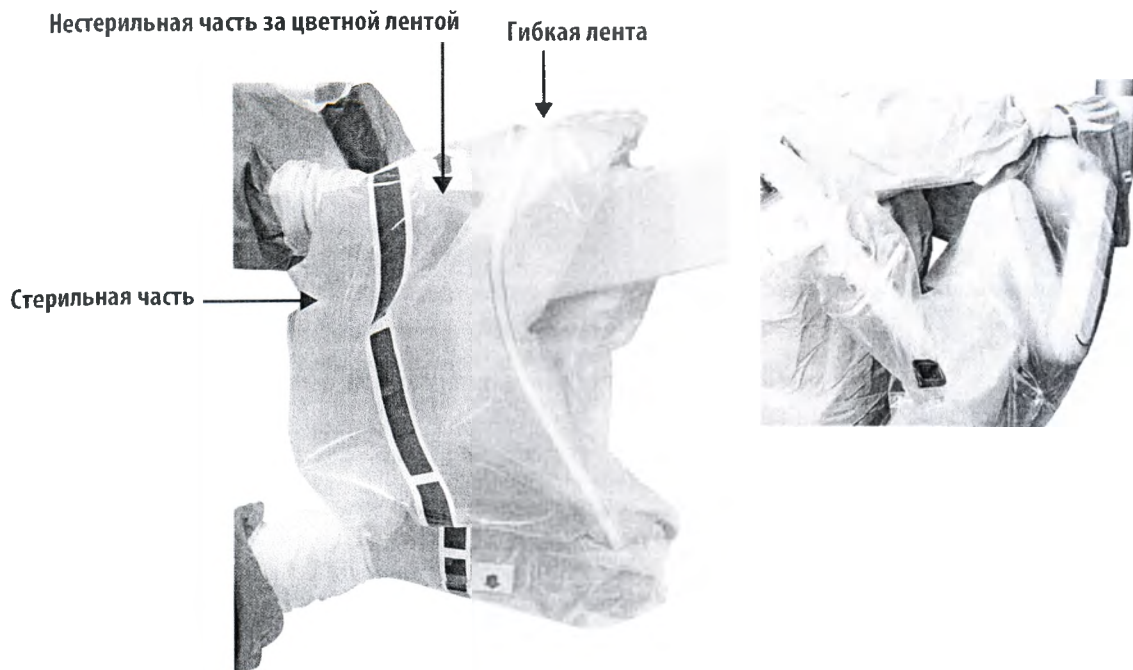

Рисунок 6.18 Держите руки в пределах барьера стерильности
7. Вставьте руки за отворот драпировки так, чтобы пальцы находились за металлическими дисками, а гибкая лента была обращена в Вашу сторону (мы рекомендуем ориентироваться по циферблату часов и держать руки в положении 6-12) [Рисунок 6.18]. Натягивайте драпировку на манипулятор стойки пациента по направлению к основанию.
А. Цветная лента на драпировке обозначает барьер стерильности. Держите руки за отворотом драпировки, чтобы не нарушать стерильность (Рисунок 6.18).